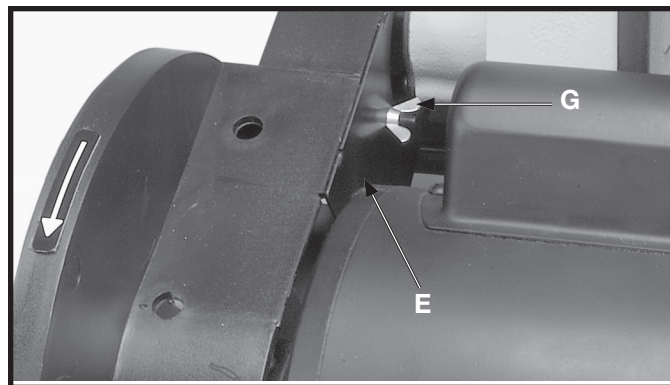
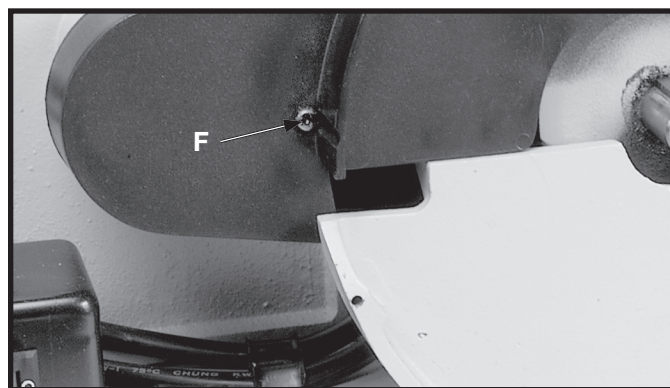

Fig. 6
Fig. 7
3. Ensamble el protector interior (E) Fig. 6 al conjunto del protector con el tornillo (F) Fig. 7 y la tuerca de mariposa (G) Fig. 6, como se ilustra aquí.